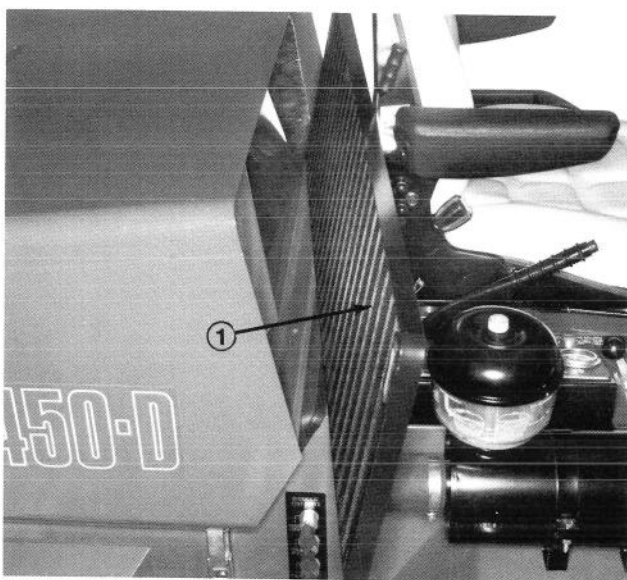

Figure 39
- C. Retirer la grille avant et la nettoyer à l'air comprimé (Fig. 39).